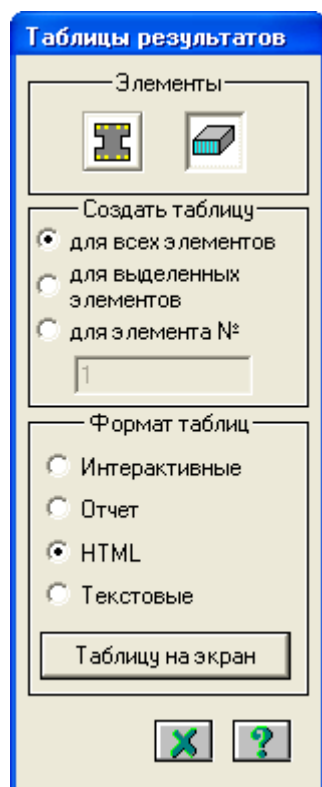

Рис.2.20. Диалоговое окно **Таблицы результатов**
- Вызовите диалоговое окно **Таблицы результатов** (рис.2.20) с помощью меню **Результаты** ⇒ **Таблицы результатов**.